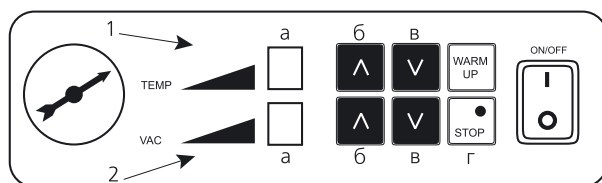

Рис. 1. Панель управления
5. Подключите упаковщик к сети и нажмите выключатель **On/Off** (см. рис. 1) Машина готова к работе, когда загорится индикатор готовности.
- **В случае плохого качества сварки** необходимо произвести регулировку температуры сварки следующим образом: в соответствии с рис. 1 с помощью клавиш **▲ ▼** установки температуры необходимо
Увеличение/уменьшение разряженности в вакуумной камере во время упаковки устанавливается с помощью клавиш **▲ ▼** вакуумной установки следующим образом: в соответствии с рис. 1 с помощью клавиш вакуумной установки необходимо увеличить (уменьшить) значение. Заводская установка значения - 4 ед.